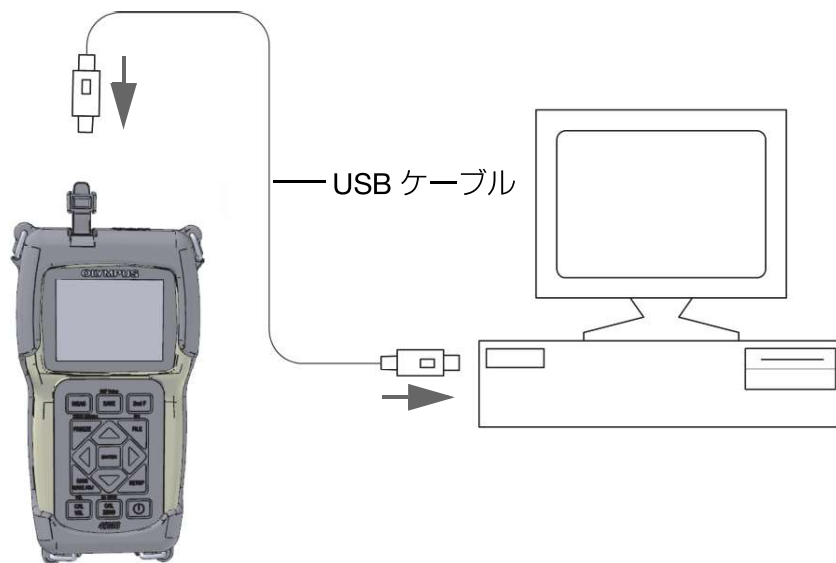

図 11-1 45MG をコンピュータに接続
4. USB ケーブルの一端を 45MG の上部にある USB クライアントコネクタに接続し、他端をコンピュータの USB ポートに接続します（188 ページ図 11-1 参照）。